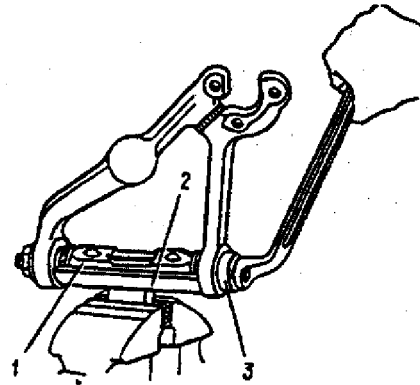

Fig. 4-11. Instalação das buchas do braço superior: 1 - eixo do braço; 2 - dispositivo 67.7853-9519; 3 - dispositivo A.74177/1.
3. A instalação das buchas isoladoras do braço superior é feita com o dispositivo 67.7853-9519 (fig. 4-11), fixado em uma morsa. O braço com o eixo 1 deve ser posicionado no dispositivo 2; instalar a bucha isoladora no eixo e inseri-la no alojamento do braço com o dispositivo 3 (A.74177/1). Repetir a operação descrita acima para a segunda bucha, invertendo a posição do braço.